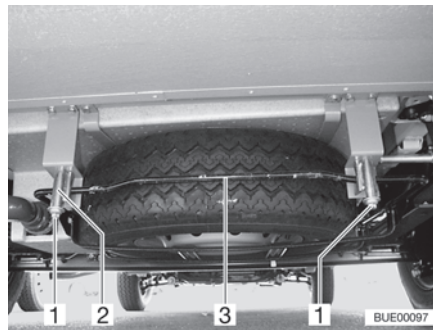

Fig. 200 Soporte para rueda de repuesto (cesto de alojamiento)
- Aflojar las tuercas (Fig. 200,1) de los ganchos izquierdo y derecho (Fig. 200,2) del soporte de la rueda de repuesto.
- Presionar estribo (Fig. 200,3) un poco hacia arriba. Al mismo tiempo tirar el gancho hacia abajo y desenganchar el estribo.